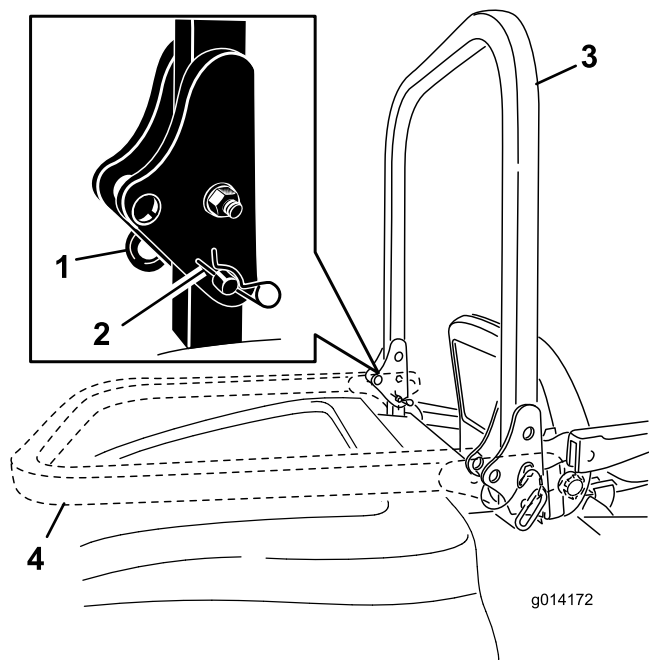

図 8
1. ROPS を下げるには、バーを前方に押し固定ピンに掛かっている力をゆるめた状態で、左右の固定ピンを抜き取る(図 8)。
2. バーを降ろす(図 8).
3. ピンとヘアピンコッターで固定する(図 8)。
4. ROPS を立てるには、機体の左右でヘアピンコッターを抜き、ピンを外す(図 8)。
5. ROPS をまっすぐに立ててピンで固定し、ヘアピンコッターでロックする(図 8)。